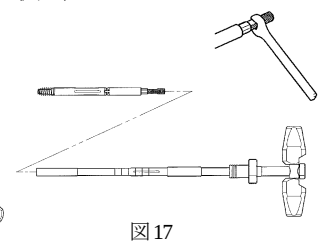

図17
- 15) ラグスクリュー後端にラグスクリュー用インサータを取り付け、インサータ用スパナで固定します。ラグスクリュー T レンチに挿入し、T ハンドル部のつまみで固定します。(図17)